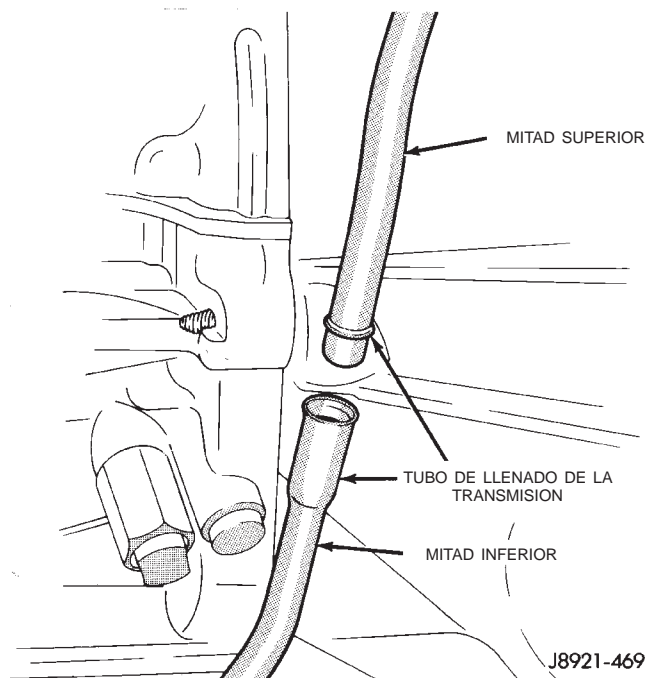

Fig. 33 Tubo de llenado de la transmisión (de dos partes)
- (1) Eleve el vehículo.
- (2) Drene el líquido de transmisión y vuelva a instalar el tapón de drenaje del colector de aceite.
- (3) En los modelos con tubos de 2 partes, retire la mitad superior del tubo (Fig. 33).
- (4) Desconecte las tuberías del enfriador del lado de la transmisión.
- (5) Apoye el motor en un caballete de seguridad y sostenga la transmisión con un gato.
- (6) Desconecte la articulación de los cambios de la transmisión y la caja de cambios.
- (7) Retire los componentes del escape que sean necesarios.
- (8) Desconecte los cables del sensor de velocidad del vehículo.
- (9) Marque la posición de los ejes propulsores delantero y trasero como referencia de alineación. Luego retire los ejes del vehículo.
- (10) Retire el travesaño trasero.
- (11) Desconecte el cable de cambios de la transmisión. Luego desconecte el cable de válvula de mariposa de la transmisión en el motor.